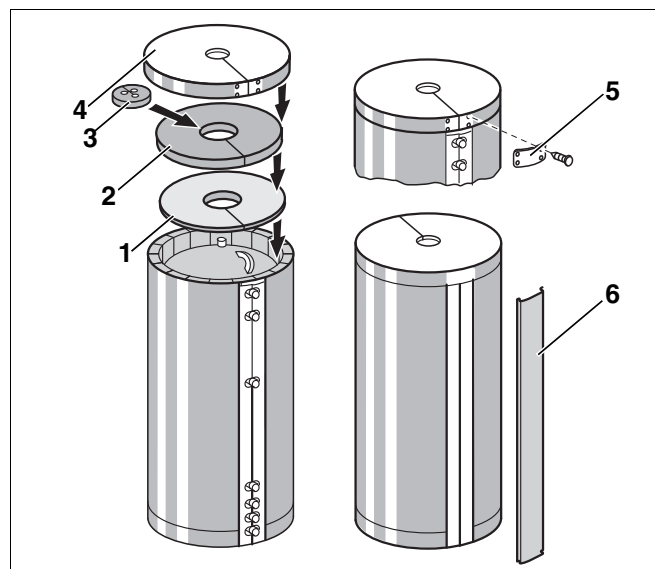

Рис.10 Монтаж теплоизоляции (схематичное изображение)
- ▶ Прижмите соединительную планку (рис. 10, [6]) на передней стороне над замыкающей рейкой теплоизоляционного мата.
- ▶ Уложите верхние теплоизоляционные круги (рис. 10, [1 и 2]) так, чтобы более толстый круг (рис. 10, [2]) накрывал теплоизоляционный мат.
- ▶ Вставьте закладную деталь (рис. 10, [3]) с вырезами для подключений бака.
- ▶ Наденьте крышку бака (рис. 10, [4]) на теплоизоляционный круг и на край теплоизоляционного мата.
- ▶ Закройте разрез на крышке накладкой и закрепите её четырьмя штифтами (рис. 10, [5]).